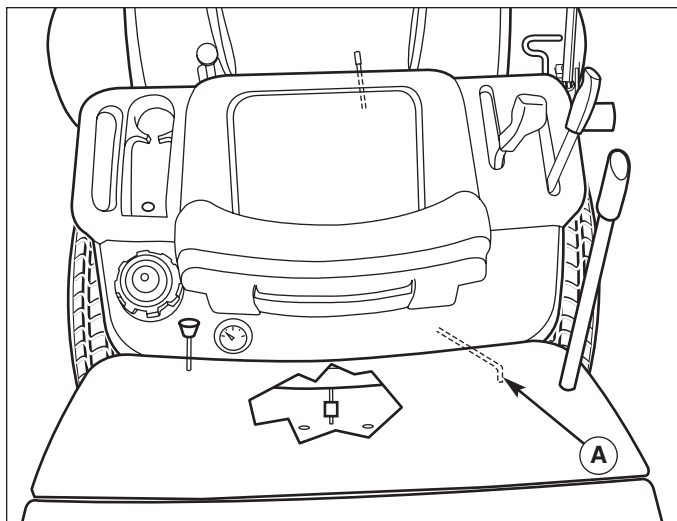

Figure 36. Levier de relâchement de la transmission
4. Tout en maintenant appuyée cette pédale de marche avant, engager et désengager le levier de valve de relâchement de la transmission (A, Figure 36) plusieurs fois.
6. Tout en maintenant appuyée cette pédale de marche arrière, engager et désengager le levier de valve de relâchement de la transmission (A, Figure 36) plusieurs fois.